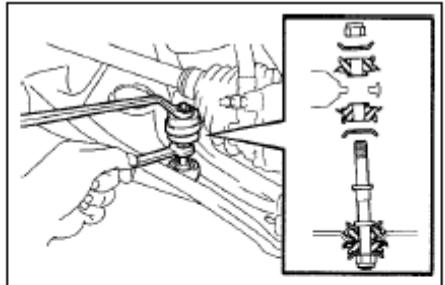

Рис. 147
- (1) Установите передний стержень стабилизатора с помощью двух манжет, двух шайб и гаек(рис. 147).